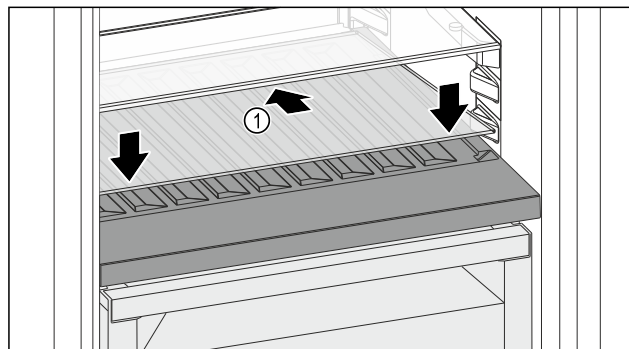

Fig. 109
- Postavite staklenu ploču Fig. 109 (1) ukoso, nagnutu straga prema dolje.
- Staklenu ploču Fig. 109 (1) podignite sprijeda.